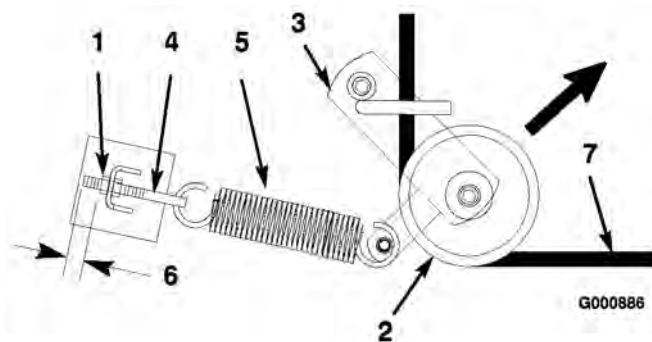
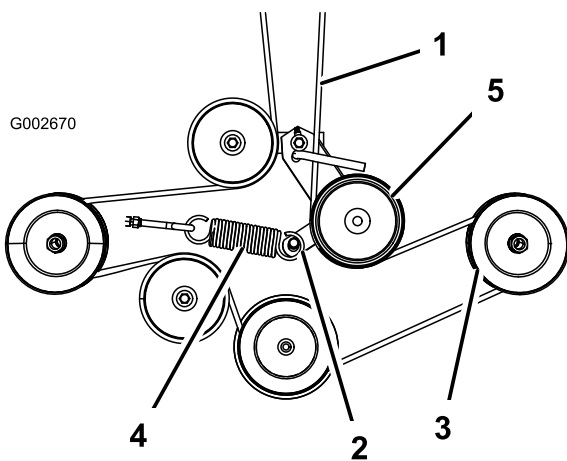

Figure 48
Figure 49
4. Tirez la poulie de tension dans la direction indiquée (Figure 48) et retirez la courroie des poulies.
5. Faites passer la courroie neuve dans le bras de la poulie de tension et autour de celle-ci (Figure 48).
- Tirez la poulie de tension dans la direction indiquée à la Figure 48 et acheminez la courroie autour des autres poulies (Figure 49).
Remarque: Vérifiez que 3 mm (1/8 pouce) de filetage du boulon à œil est visible (Figure 48).